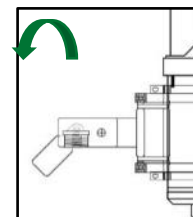

図7
1. サスペンションマウントのハンドルを使って、スタンドマウントアームを締めます(図7)。